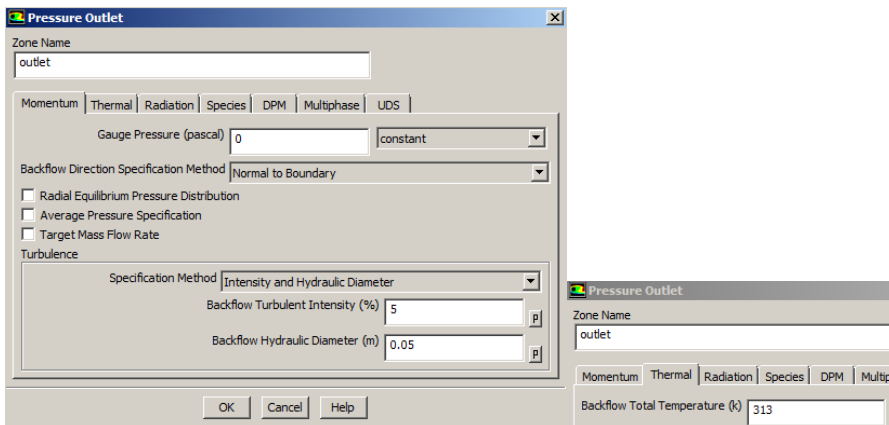

Рис. 37 – Настройка граничного условия выхода
**Шаг 8.** Аналогично нужно настроить граничное условие выхода (*outlet*) (рис. 37):